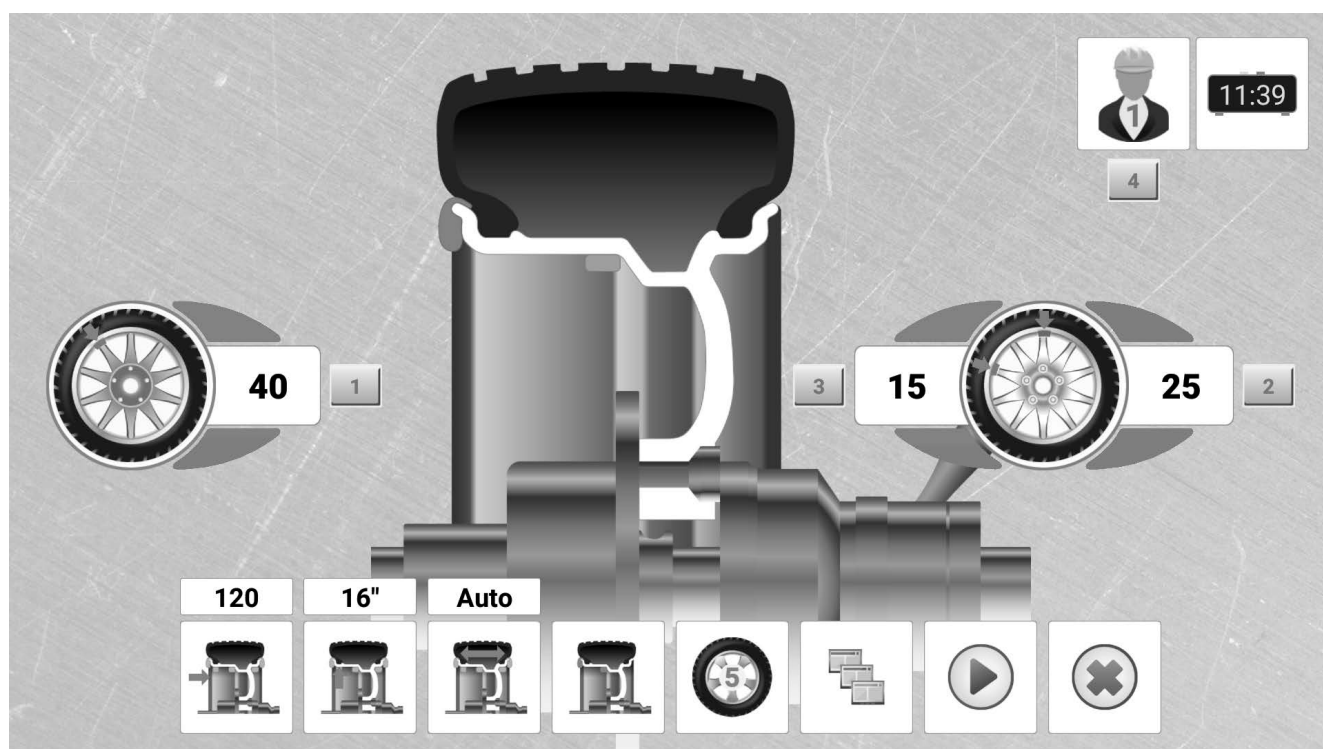

Рис. 12. Дисбаланс, измеренный в режиме разбиения грузиков.
6.5.3 Выполнить **п. 6.3.7**. Стенд произведет измерение, после этого на экране справа появятся два значения дисбаланса, в этой плоскости необходимо будет установить два груза указанного веса (**рис. 12**).
6.5.4. Установите грузы, используя для поворота колеса к местам установки «на 12 часов» кнопки **«1»**, **«2»** и **«3»** в соответствии с обозначениями на экране (**рис. 12**).
В режиме разбиения грузиков для алюминиевых литых дисков справа отображается два значения (см. **рис. 12**).